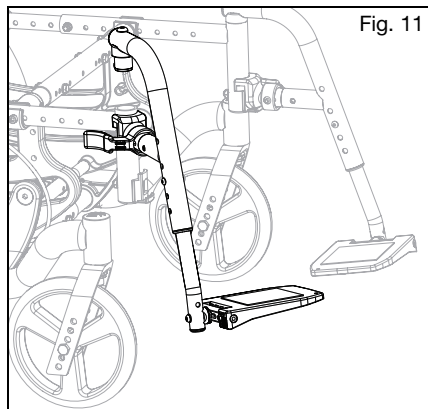

Fig. 11
- Inserte el receptor pivotante del swing-away en el alojamiento que se halla en el tubo frontal del chasis, con el apoyapiés mirando hacia adentro o hacia afuera con respecto al chasis (Fig. 11).